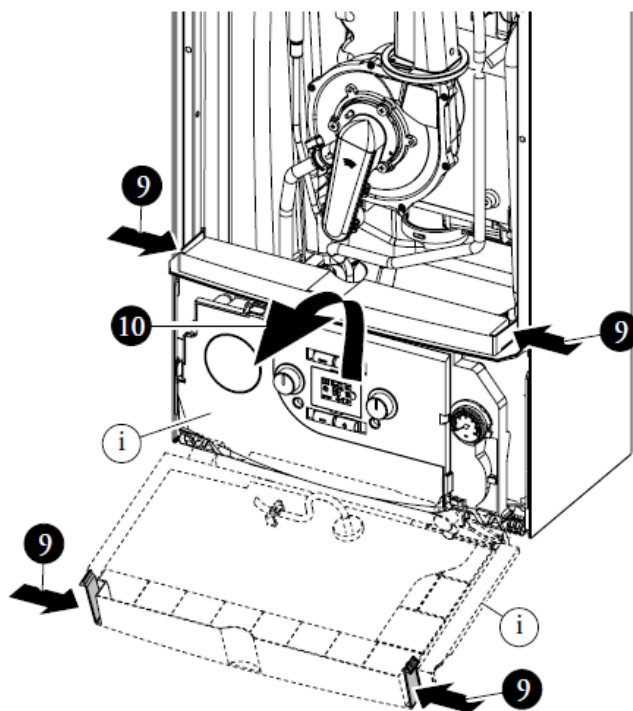

Fig. 3-16d
• Panoul de comandă (Fig. 3-16d).